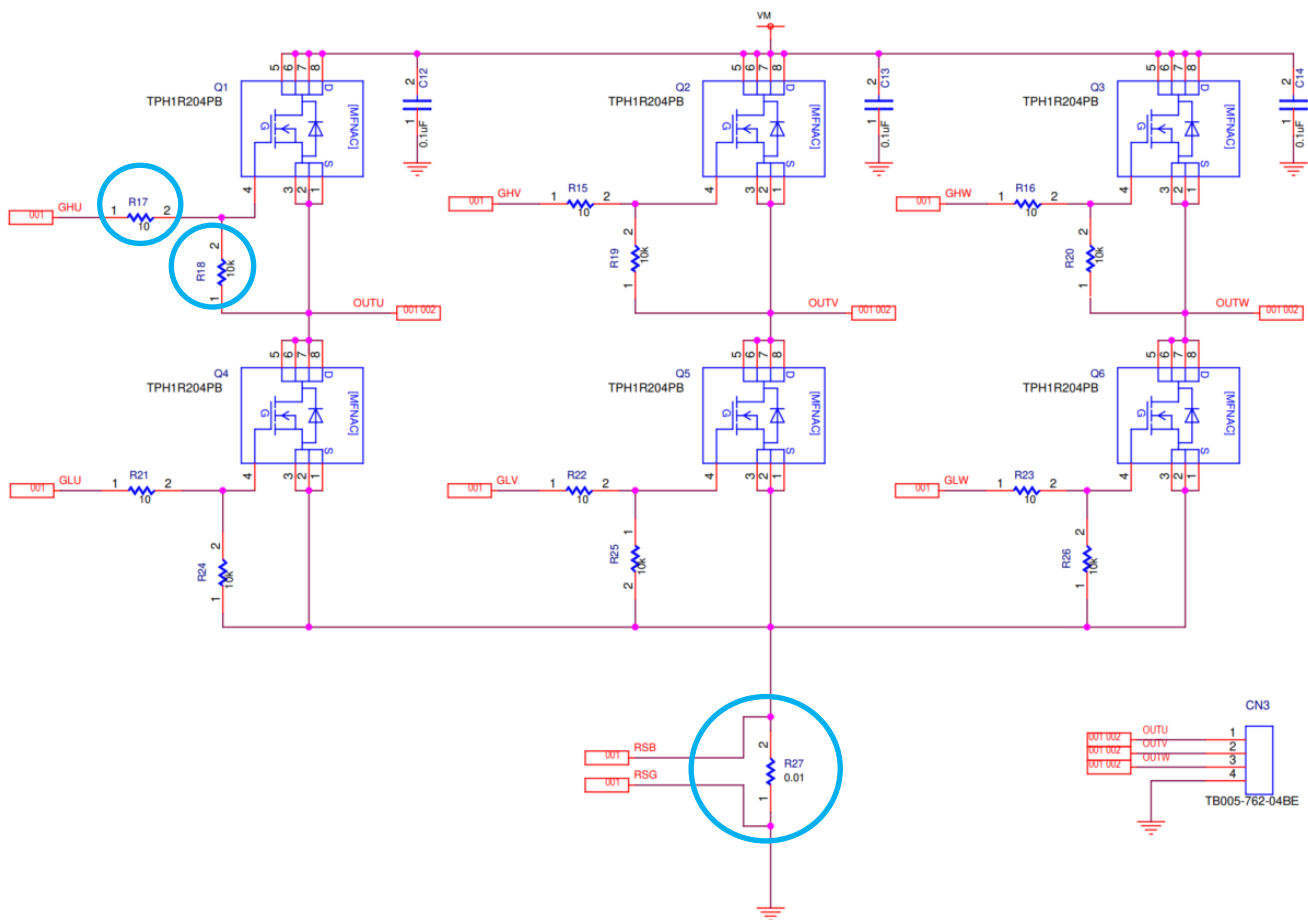

図 4.3 インバーター回路
インバーター回路は、直流電源 (VM) を用いて 3 相ブラシレスモーターを駆動するための回路です。このインバーターには、スイッチングデバイスとして 6 個の高速 MOSFET TPH1R204PB が使用されています。これらの MOSFET は、MCD によって制御されます。インバーター回路を図 4.3 に示します。